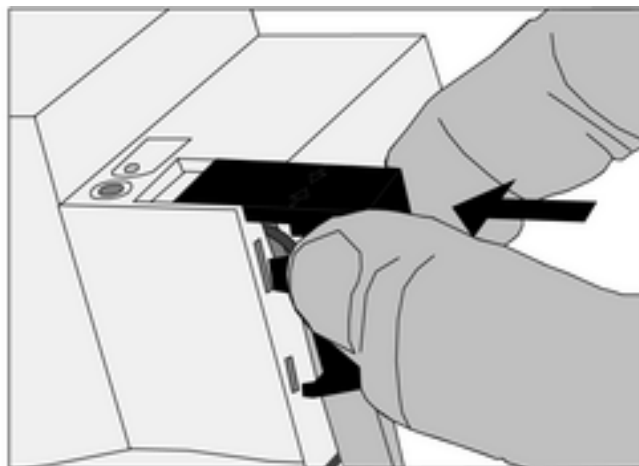

Bild 9: Abdeckkappe aufstecken
- Abdeckkappe über die Busklemme stecken, bis sie einrastet (Bild 9).